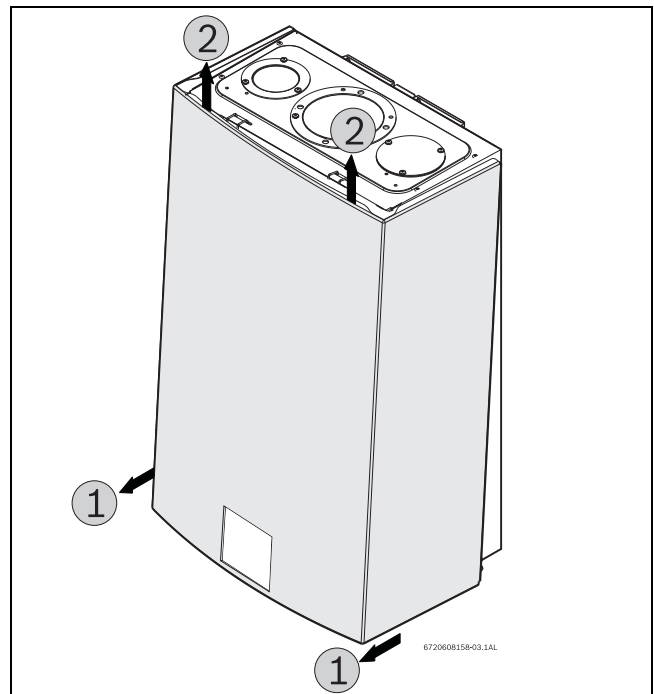

Рис. 3 Демонтаж передней крышки
- ▶ 5. Для демонтажа выдвиньте на себя переднюю крышку и затем поднимите вверх, см. рис. 3.